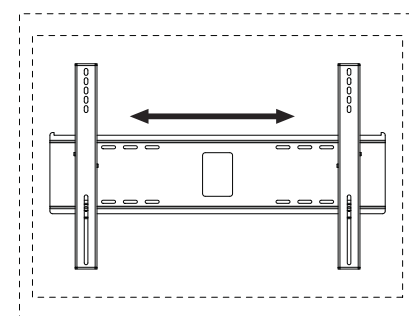

fig 3.2
Réglage de l'écran : L'écran peut être réglé horizontalement en desserrant la vis de sécurité de trois tours complets à l'aide d'une clé hexagonale (L). Réglez l'écran comme illustré à la figure 3.2. Serrez les vis de sécurité.